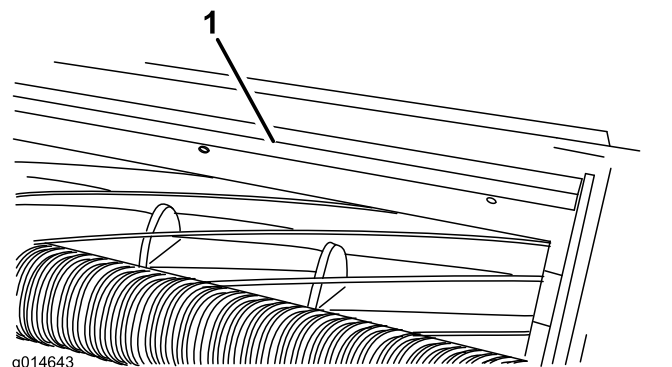

Figura 6
1. Allentate i bulloni che fissano la barra superiore (Figura 6) all'apparato di taglio.